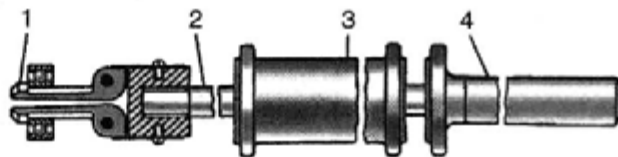

Рис. 4.1.52. Съемник 7823-6090 для выпрессовки подшипника из коленчатого вала:
• с помощью съемника 7823-6090 (рис. 4.1.52) выпрессовать подшипник из коленчатого вала.